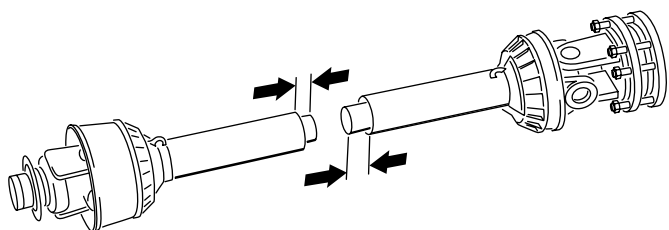

Figura 17
11. Separe las dos mitades del árbol de la TDF (Figura 17).
12. Mida la distancia desde el extremo de cada tubo a su protector correspondiente (Figura 17). Anote las distancias.